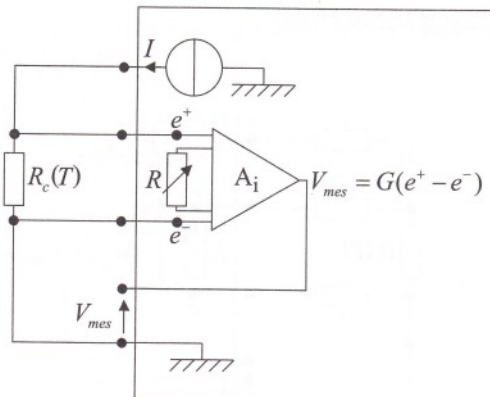

Figure 2
1. La Pt100 est directement connectée entre la source de courant et la masse et ses bornes (voir figure 2). Les fils de liaisons sont de longueur négligeable.